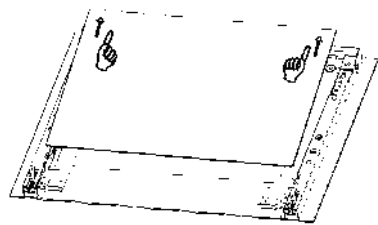

Figure 10
2. Pour retirer le verre du milieu et terminer le démontage, comme indiqué sur la figure 10.